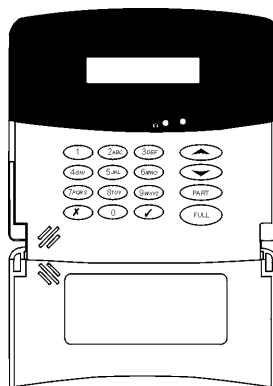

Figure 3 : Clavier programmable LCD (PK836)
7. Tous les enregistrements et essais de fonctionnalités décrits dans les sections suivantes sont réalisés à partir du clavier programmable LCD tel qu'illustré à la Figure 3. Branchez le clavier programmable (PK836) au Connecteur Clavier Programmable (PK836).